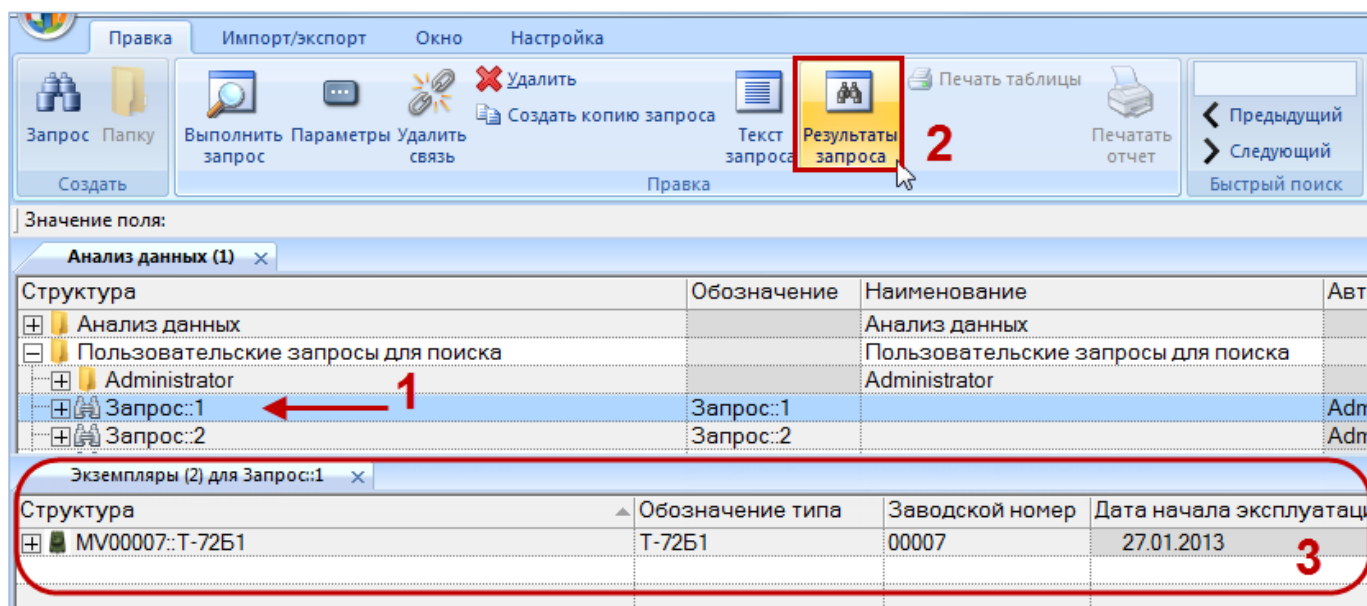

Рис. 7-32 – Просмотр результатов выполнения запроса
- 2) Выбрать запрос в списке запросов (1 на рис. 7-32).
- 3) Если данный запрос ранее был выполнен и были найдены какие-либо объекты БД, то кнопка «Результаты запроса» станет активной – нажать эту кнопку (2 на рис. 7-32).
4) Откроется новое окно связанных объектов, в котором будут показаны результаты расчета (3 на рис. 7-32).